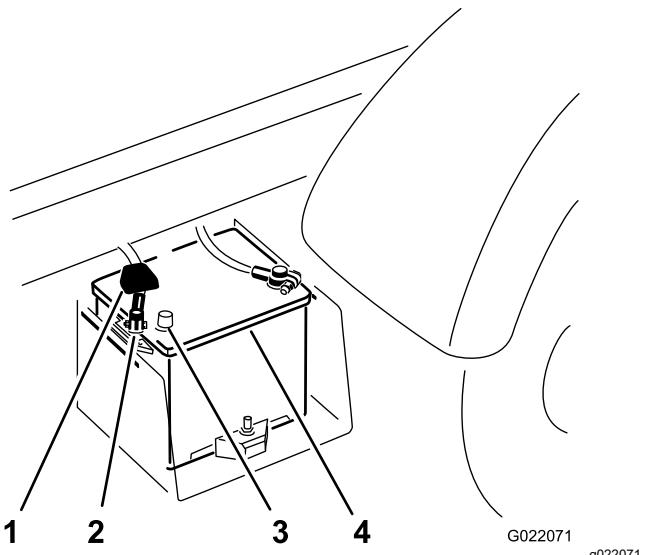

Рисунок 4
- C. Отсоедините наконечник положительного кабеля с полюсного штыря аккумуляторной батареи (Рисунок 4).